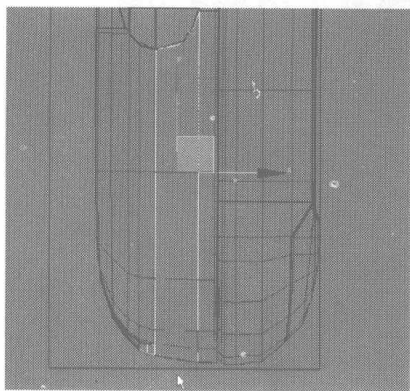
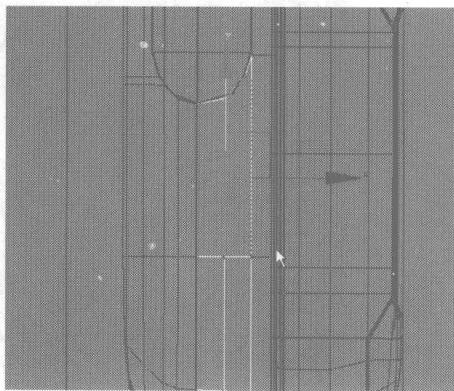

图 4.326
图 4.327
- 09 在 Left 视图中选择如图 4.326 所示的边线，用 Connect 命令为其中间添加一条细分线，再选择如图 4.327 所示的两个节点，用 Connect 命令添加一条细分线。